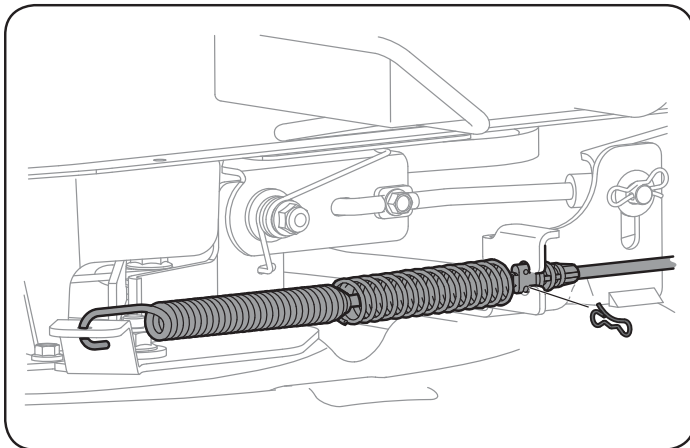

Figura 34
- Extraiga con cuidado el cable de la PTO de la parte posterior de la plataforma de corte retirando el pasador de chaveta con unión curva que lo sujeta. Retire el resorte del soporte de polea loca de la plataforma. Vea la Figura 34.